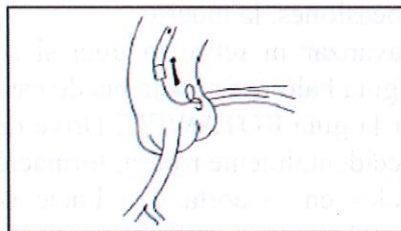

Figura 2.
Paso 1. Retire suavemente el catéter guía hasta que esté fuera del ostium (consulte la Figura 2).